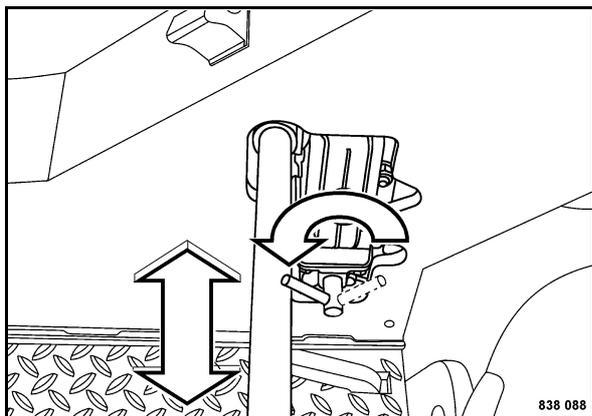

Fig. 130
- Girare la valvola (Fig. 130) a sinistra e azionare la pompa a mano.